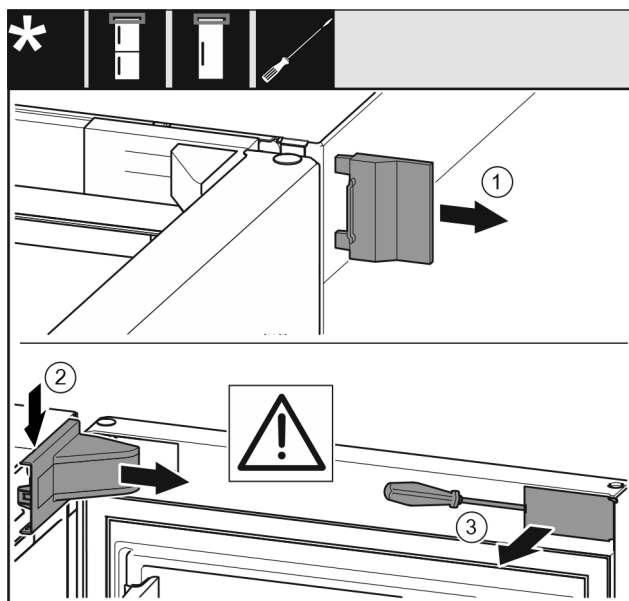

Fig. 6
- ▶ Rimuovere la copertura esterna. Fig. 6 (1)
- ▶ Disinnestare e allentare la copertura del blocco di supporto. Rimuovere la copertura del blocco di supporto. Fig. 6 (2)
- ▶ Disinnestare il pannello con un cacciavite a testa a intaglio e ruotarla lateralmente. Fig. 6 (3)